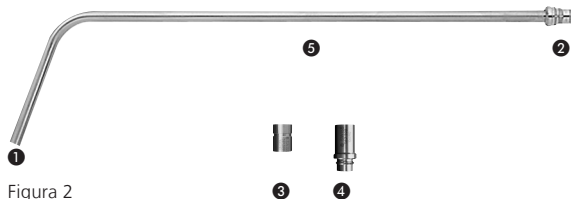

Figura 2
- La suciedad acumulada sobre las superficies de las fibras ópticas (ver la figura 2, ❶ y ❷) puede eliminarse en una torunda empapada en alcohol (etanol al 70 %) o utilizando un detergente neutro.
- La suciedad acumulada sobre las superficies de las fibras ópticas (ver la figura 2, ❶ y ❷) puede eliminarse con una torunda empapada en alcohol (etanol al 70 %) o utilizando un detergente neutro.
- ❶ Salida de la luz
- ❷ Estándar ACM de la conexión del cable transmisor de luz
- ❸ Adaptador para Wolf
- ❹ Adaptador para Storz
- ❺ Zona de fijación para la rótula SynFrame (387.347) y soporte para sistemas ópticos (387.365)
La rótula SynFrame para anillos de sujeción (387.347) y el soporte para sistemas ópticos (387.365), que se utiliza para conectar la barra transmisora de luz al anillo de sujeción SynFrame (387.336) y al hemianillo SynFrame (387.337), puede acoplarse a la barra transmisora de luz SynFrame en toda la longitud de la vaina de la barra transmisora de luz (ver la figura 2, ❺).